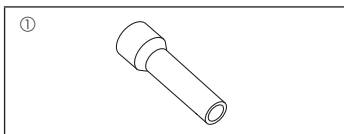

Fig. 1-1
1.6. Acessórios da unidade exterior (Fig. 1-1) (ZRP200/250, P200/250)